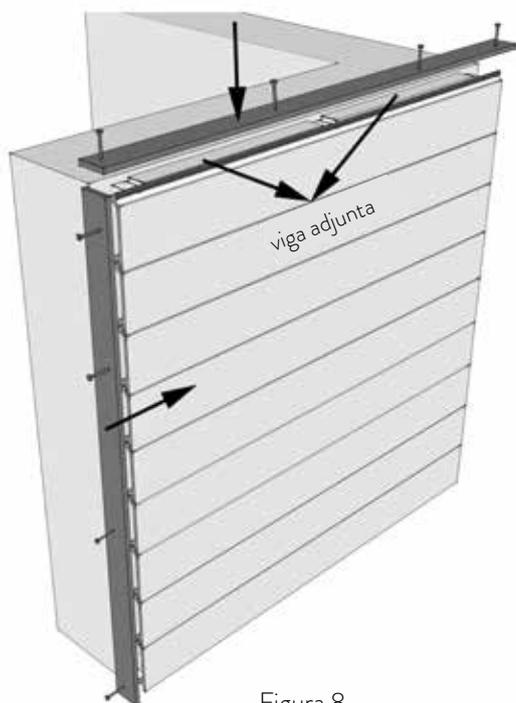

Figura 8
- 1 Instale la placa de borde recto como se muestra en la Figura 8: